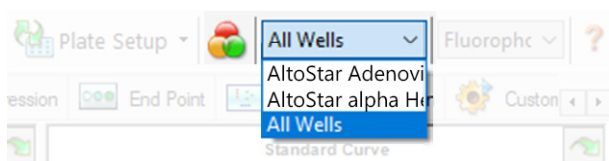

Figura 4: Botão Well Group (Grupo de Poços) e menu pendente Well Group (Grupo de Poços)
Na janela Data Analysis (Análise de Dados), certifique-se de que seleciona o **Well Group** (Grupo de Poços) do kit AltoStar® Adenovirus PCR Kit 1.5. Deste modo, clique no menu pendente **Well Group** (Grupo de Poços) junto do botão **Well Group** (Grupo de Poços) (consulte a figura 4) da barra de ferramentas. Não utilize o **Well Group** (Grupo de Poços) «All Wells» (Todos os Poços). A seleção na figura 4 é utilizada como uma vista geral de exemplo.
1. Na janela Data Analysis (Análise de Dados), certifique-se de que seleciona o **Well Group** (Grupo de Poços) do kit AltoStar® Adenovirus PCR Kit 1.5. Deste modo, clique no menu pendente **Well Group** (Grupo de Poços) junto do botão **Well Group** (Grupo de Poços) (consulte a figura 4) da barra de ferramentas.